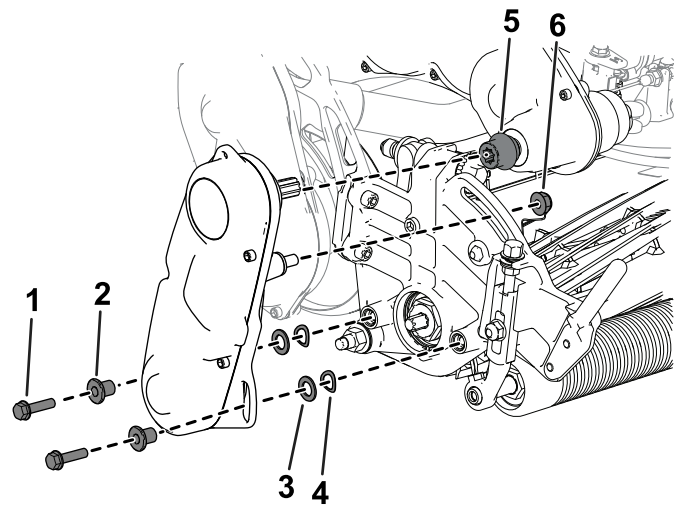

Figura 48
3. Rimuovete il gruppo di trasmissione del cilindro dall'apparato di taglio (Figura 48) e conservate la bulloneria.